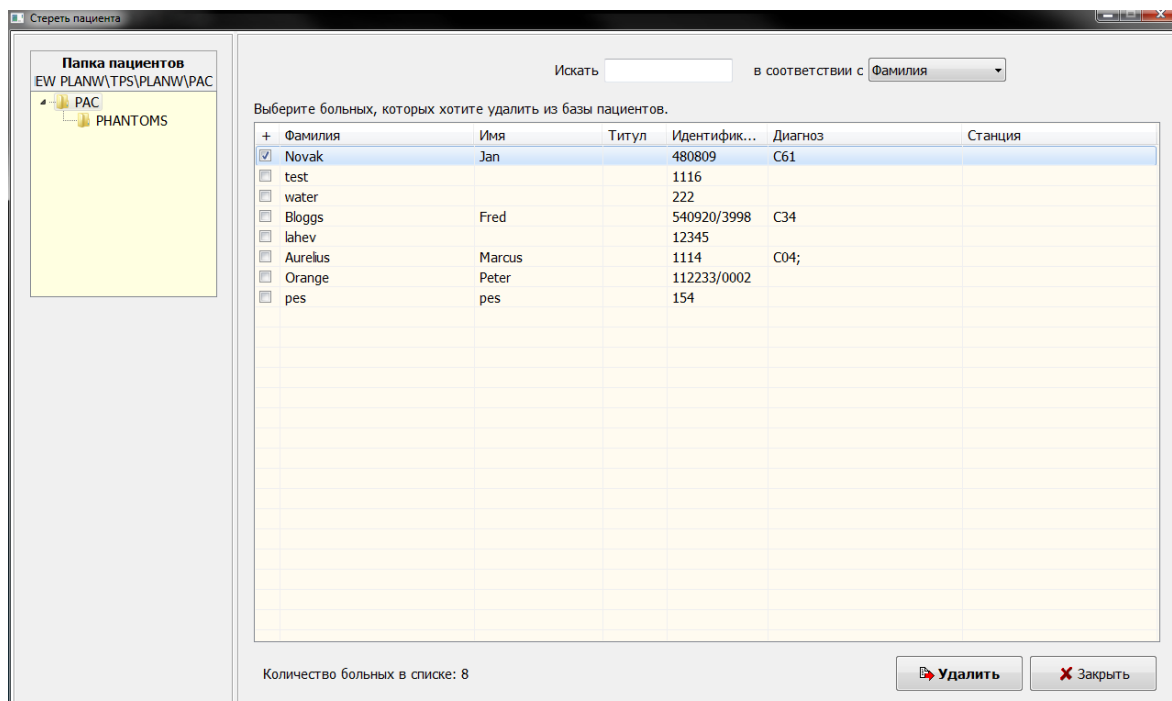

Рис. 44 Удаление пациента из базы данных
3. Выберите пациентов, которых Вы собираетесь удалить из базы данных, зачеркнув поля возле их фамилий (см. Рис. 44).